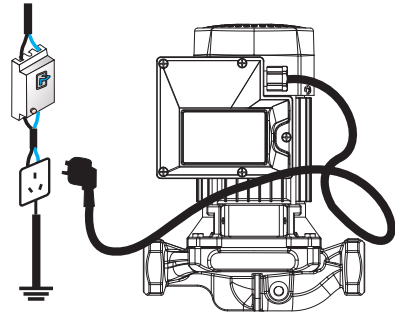

Рис. 2
- Насос должен быть правильно установлен с защитой от протечек, а розетка, подключенная к вилке, должна быть надежно заземлена (см. рис. 2).